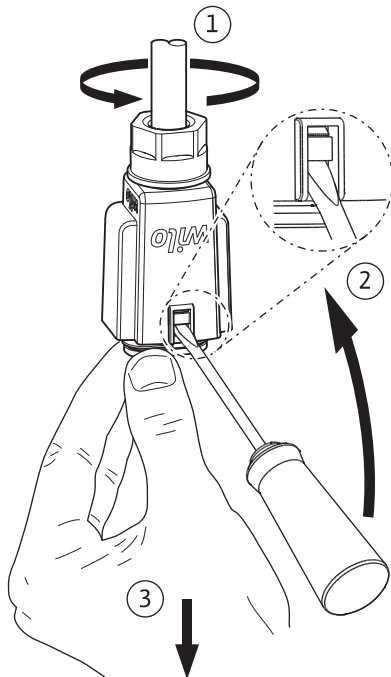

Fig. 6: Demontere Wilo-Connector
- Trekk Wilo-Connector av pumpen, og demonter med passende skrutrekker (Fig. 6).